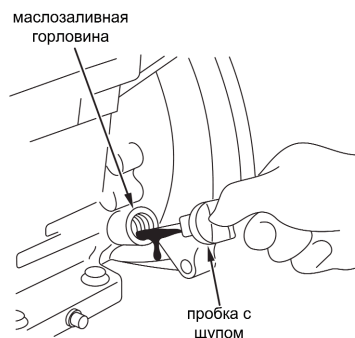

Рис. 4
- отвернуть пробку из маслозаливной горловины и извлечь масляный щуп, протереть его чистой ветошью (см. рис. 4);